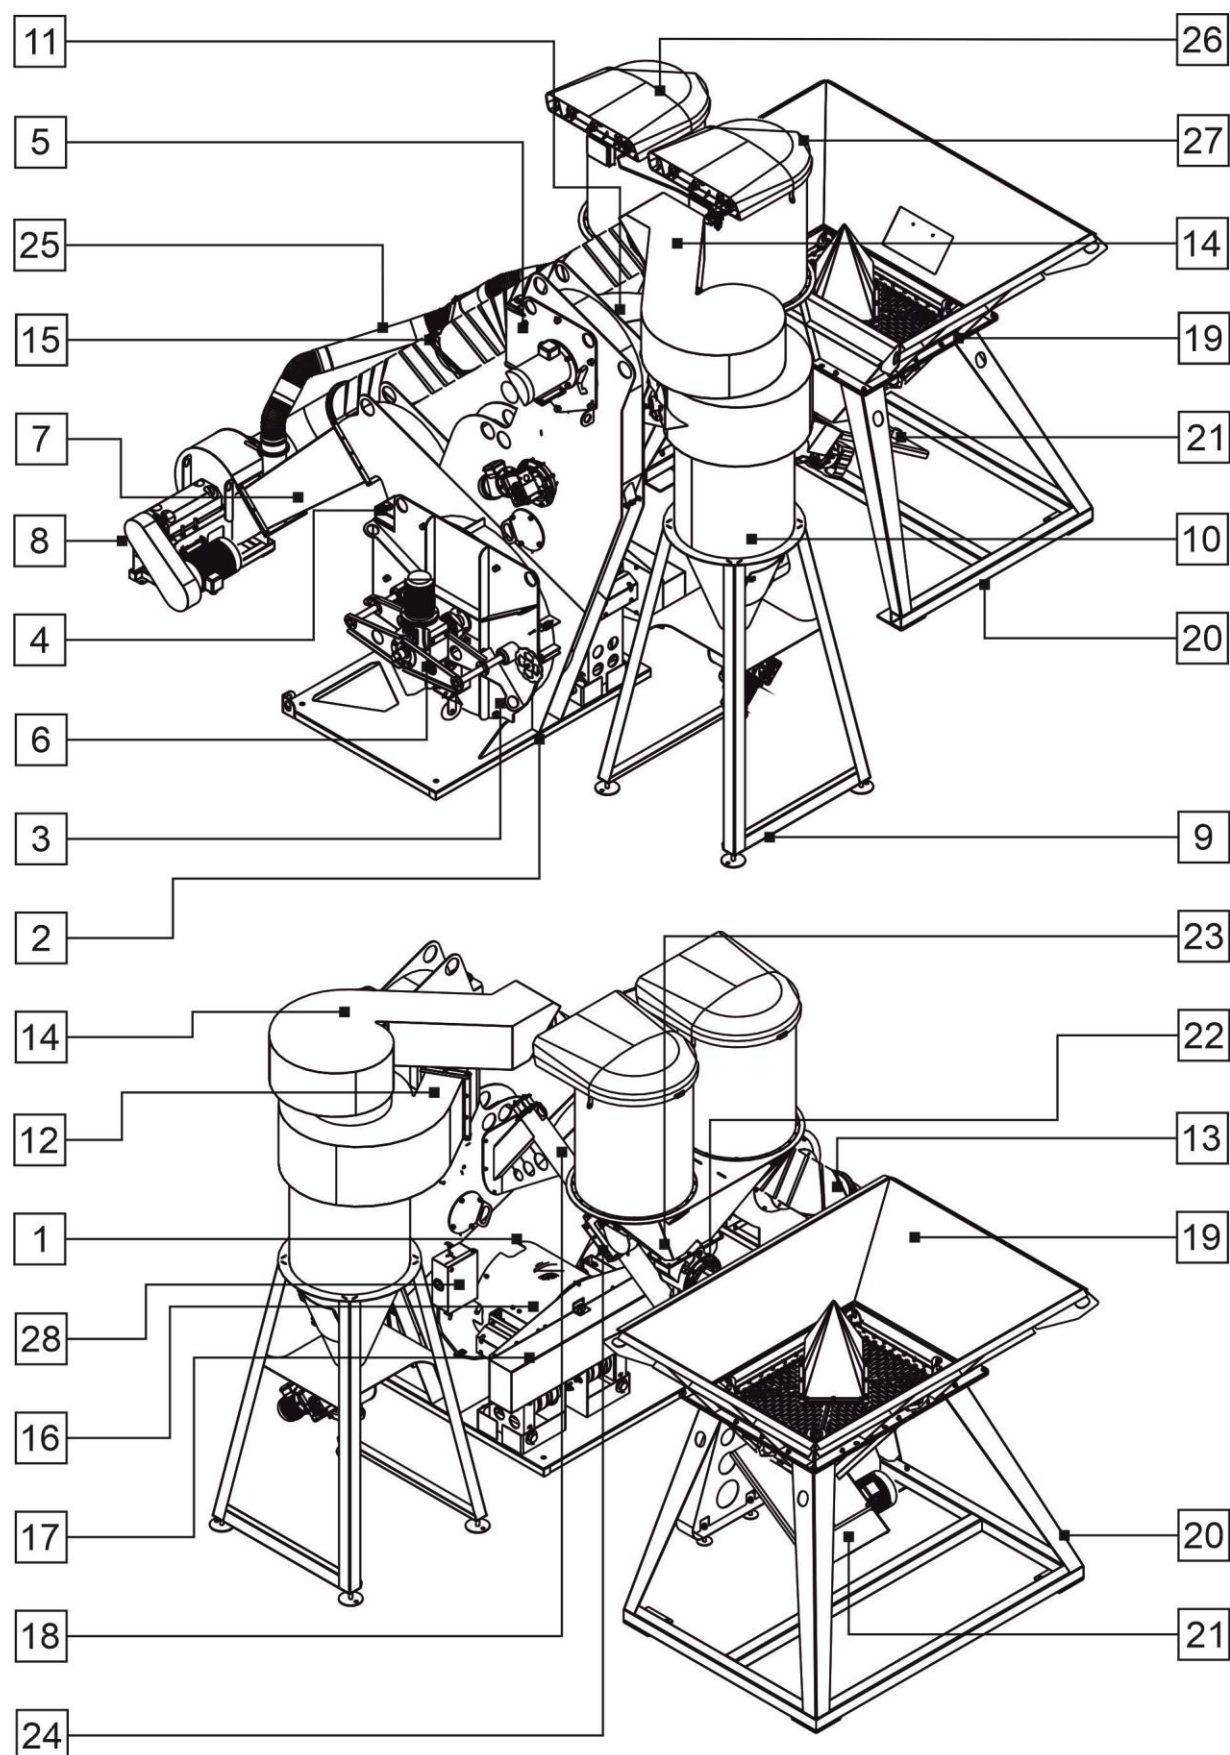

Рис.26
5.2. МОНТАЖ агрегатов изделия необходимо проводить в следующей последовательности (Рис.26):